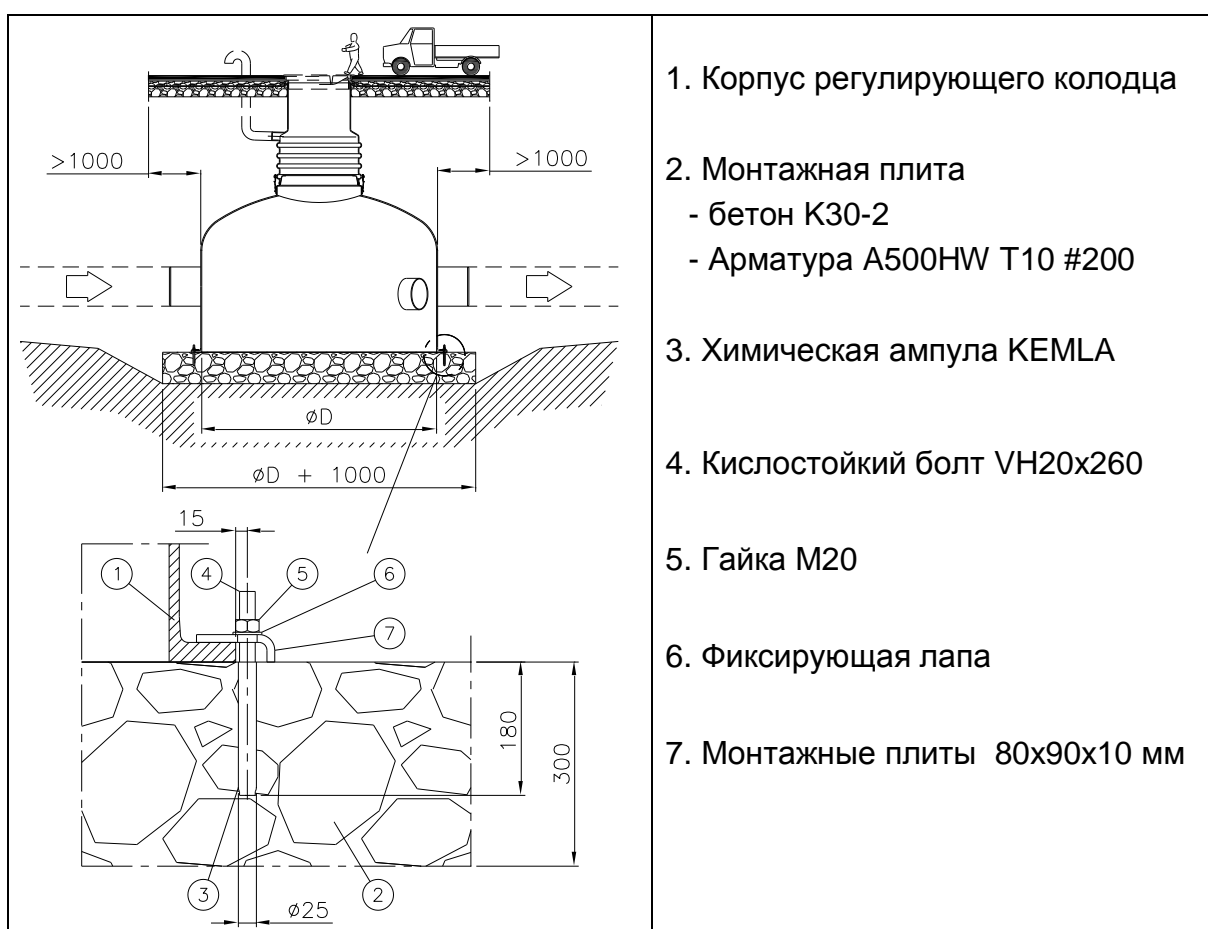

Рис. 7. Установка регулирующего колодца из стеклопластика
2. Крепление отделителя проводим при помощи нивелирных отверстий, болтов и химических ампул (КЕМЛА 20). Количество отверстий, болтов и химических ампул зависит от типоразмера отделителя (Рис. 7 и Таблица 1).
3. Обозначьте место расположение отверстий. Просверлите в плите отверстие  $\varnothing$  25 мм и глубиной 180 мм (Рис. 7). Отверстие, просверленное алмазным сверлом должно быть шероховатым. Во время анкерования котлован должен быть сухим.